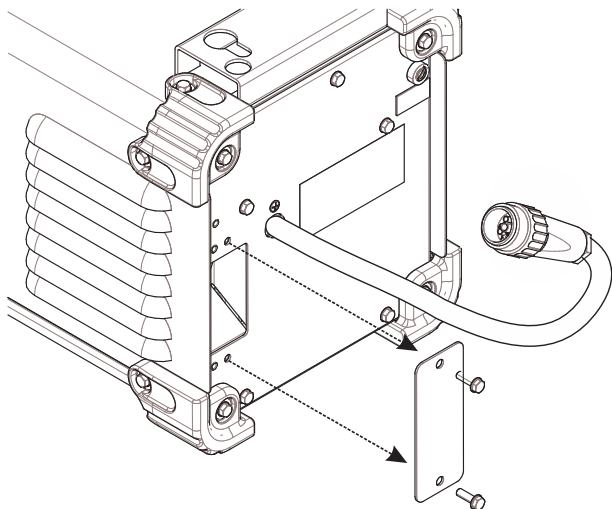

Bild 9
- Silens åtkomstlucka sitter nere till vänster på baksidan. Ta bort de två skruvarna – se bild 9.